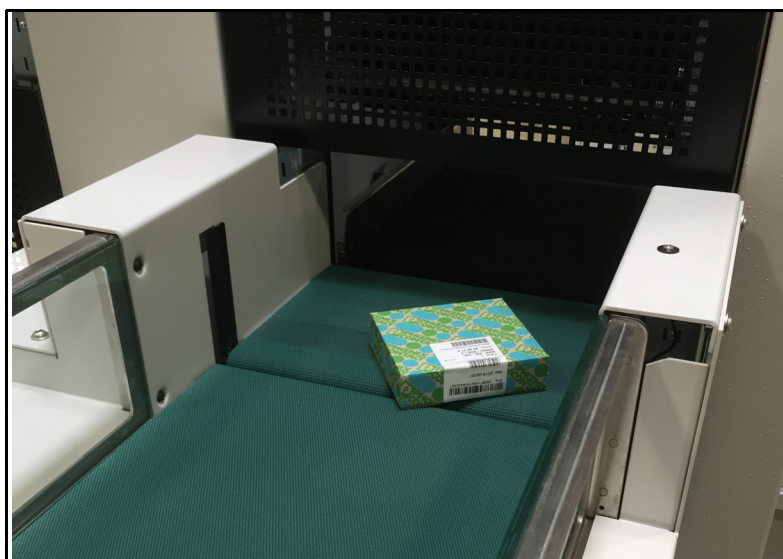

図 4-9: 商品を iBOT へ搬送するイメージングコンベヤーベルト
6. イメージングコンベヤーベルトは、商品を待ち受けている iBOT (図 4-9) に搬送します。